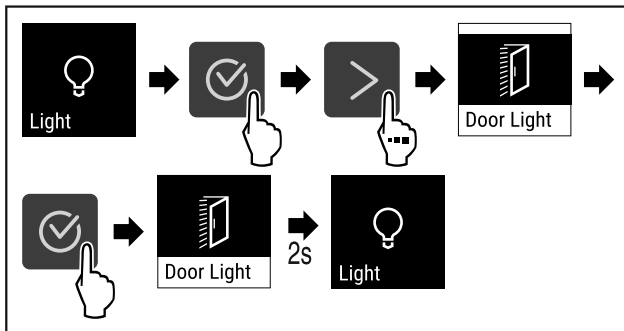

Fig. 87
- ▶ Εκτελέστε τα βήματα ενεργειών (βλέπε Fig. 87) .